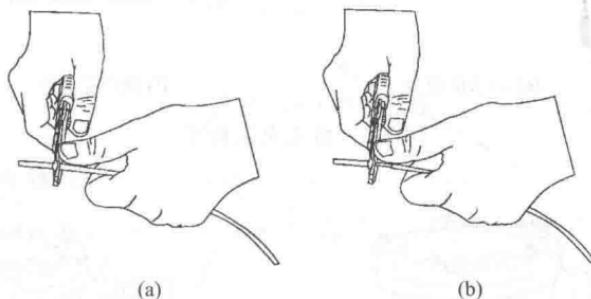

图1-4 剥线钳的使用
③ 斜嘴钳 斜嘴钳主要用于切断较细的导线，特别适用于清除接线后多余的线头和飞刺等。
④ 剥线钳 剥线钳是剥离较细绝缘导线绝缘外皮的专用工具，一般适用于线径为 $0.6\sim2.2\text{mm}$ 的塑料和橡胶绝缘导线，如图1-4所示，其主要优点是不伤导线、切口整齐、方便快捷。使用时应注意选择铡口大小与被剥导线线径相当的剥线钳，若小则会损伤导线。